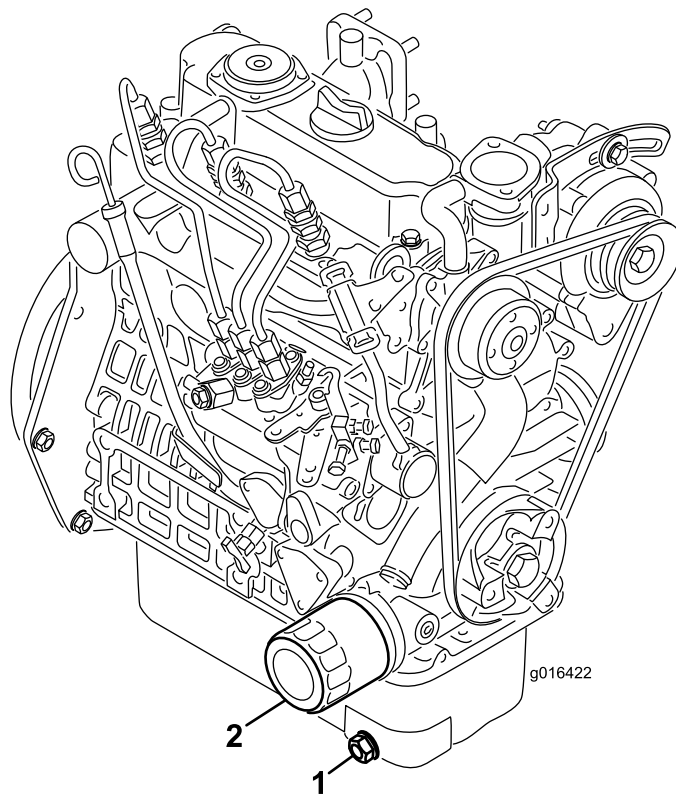

Figura 38
1. Retire o tampão de escoamento (Figura 38) e deixe o óleo escorrer para um recipiente adequado. Quando o óleo parar, volte a montar o tampão de escoamento.